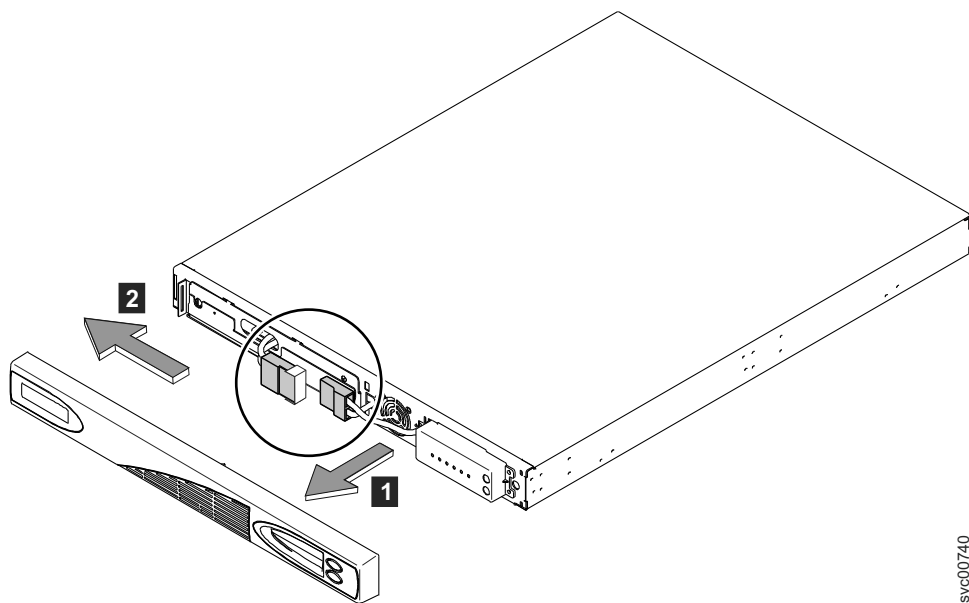

图 226. 卸下 2145 UPS-1U 前面板
5. 将 2145 UPS-1U 前面板朝您所在方向向左拉动以将其卸下，如第 280 页的图 226 中所示。